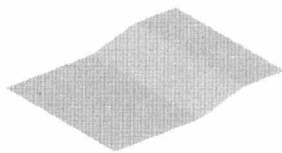
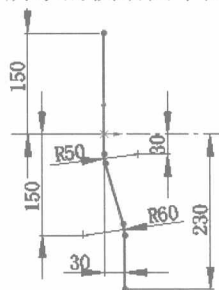

图 2.2 曲面-拉伸 1
图 2.3 横断面草图
Step2. 创建图 2.2 所示的曲面-拉伸 1。
(1) 选择下拉菜单 **插入(I)** → **曲面(S)** → **拉伸曲面(E)...** 命令。
(2) 定义特征的横断面草图。
① 定义草图基准面。选取前视基准面作为草图基准面。
② 定义横断面草图。在草图绘制环境中绘制图 2.3 所示的横断面草图。